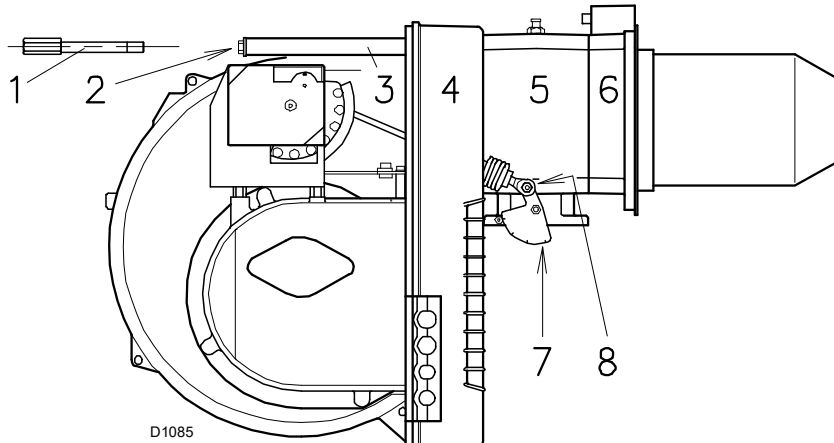

Fig. 15
- genmonter brænderen 4)(Fig. 15) på skinnerne 3) i en afstand på cirka 100 mm fra muffen 5) - brænder i positionen vist på Fig. 12 på side 16;
- indsæt sondens kabel og elektrodens kabel, og lad brænderen glide, indtil den når muffen; brænder i positionen vist på Fig. 15.